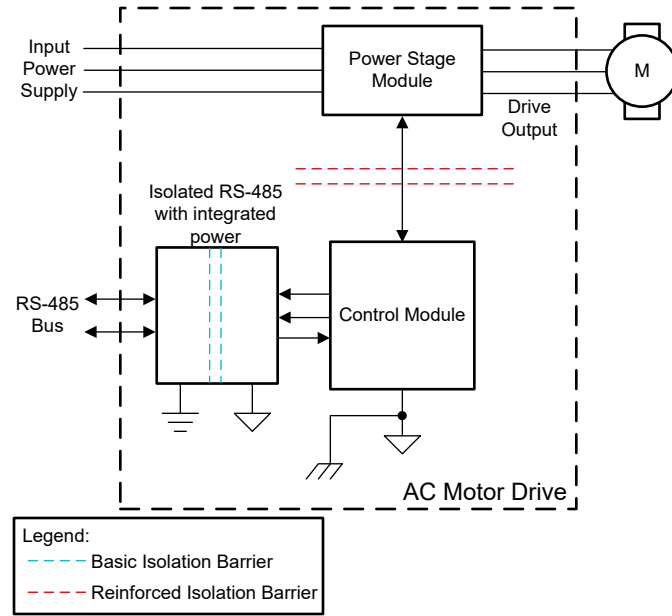

图 6. 典型的交流电机驱动器方框图
1. **交流电机驱动器：**如图 6 所示，交流 (AC) 电机驱动器的 RS-485 接口与可能位于数千米外的可编程逻辑控制器 (PLC) 进行通信。交流驱动器上控制模块的接地端与 PLC 上的总线侧接地端之间可能存在较大的接地电势差，因此需要隔离收发器以防止接地回路破坏通信。ISOW14xx 是此外部通信用例的理想器件，因为通常情况下，仅隔离式 RS485 接口才需要隔离式电源。除了节省布板空间和具有简易性之外，PROFIBUS 支持提升 SNR 以获得更好的抗噪性，并且集成式 ESD 保护允许从总线上移除 TVS 二极管。